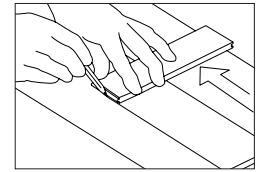

Figura 14
- Tabla de sacrificio:** Si la pared no está derecha, corte la primera tabla (Figura 14) según sea necesario para mantener alineamiento con la línea entizada. Instale una tabla de sacrificio (con un borde recto) utilizando los sujetadores apropiados para la base. Si se usa una tabla para la hilera de comienzo, asegúrese de que la ranura quede dirigida hacia la pared.
- Cuñas:** Alinee la primera hilera con la pared usando las cuñas para mantener la expansión de 1/2" (13 mm) en posición y estabilizar el producto. Si la pared no está derecha, corte la primera tabla (Figura 14) según sea necesario para mantener alineamiento con la línea entizada.